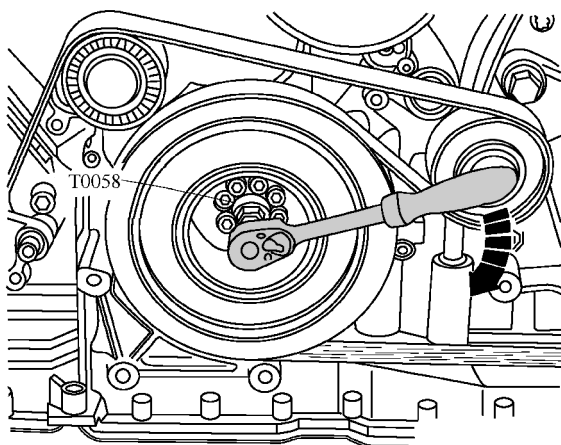

图 1-3-14 用适配接头 T40058 转动曲轴到上止点
- 3) 如图 1-3-14 所示, 将适配接头 T40058 沿箭头所示发动机旋转方向转动曲轴到上止点。